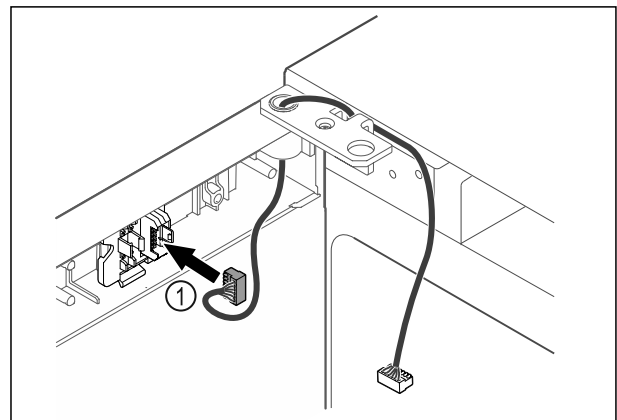

Fig. 58
- Aseta pistoke Fig. 58 (1) pistokkeenpitimeen.